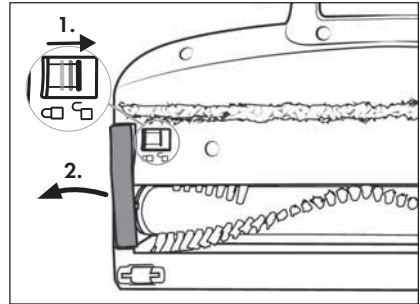

Fig. 24
- 2) Déverrouillez le rouleau brosse **20** en faisant glisser le dispositif de déverrouillage du rouleau brosse **18** avec le doigt vers le symbole  (ouvert). Retirez alors le support pour rouleau brosse **19** de la brosse de sol **21** (voir fig. 24).